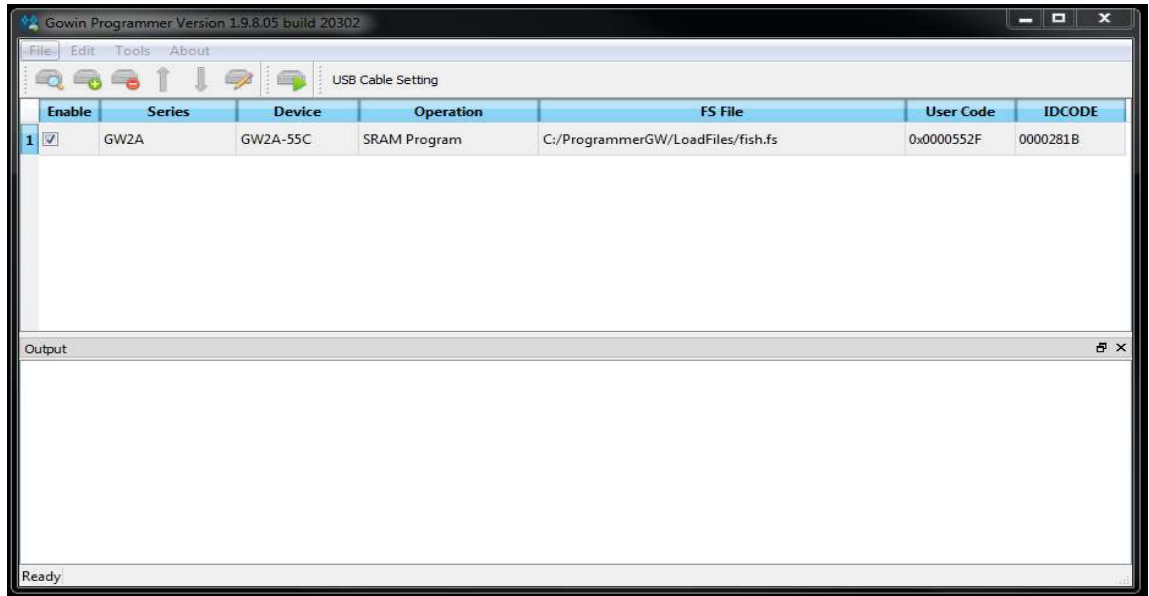

Рис. 2 Настройка среды
- 3.7. В колонках Series, Device и FS File установите значения в зависимости от версии чипа ПЛИС (Рис. 2):